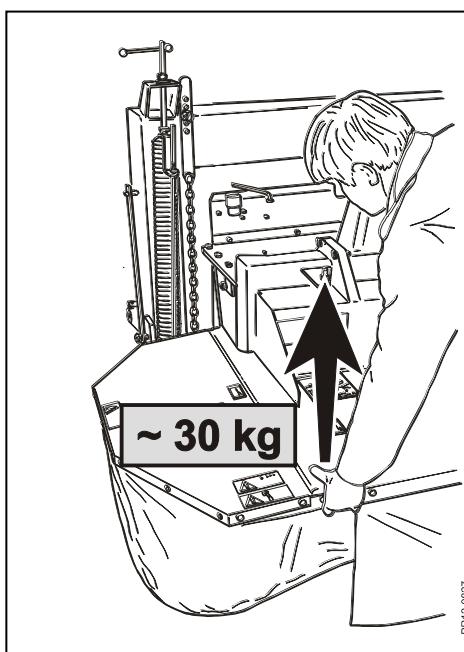

Fig. 3-8
- Fig. 3-8** Nous recommandons que les ressorts soient tendus de telle sorte que l'effort de levage de la barre de coupe soit d'environ **30-50 kg de chaque côté**.